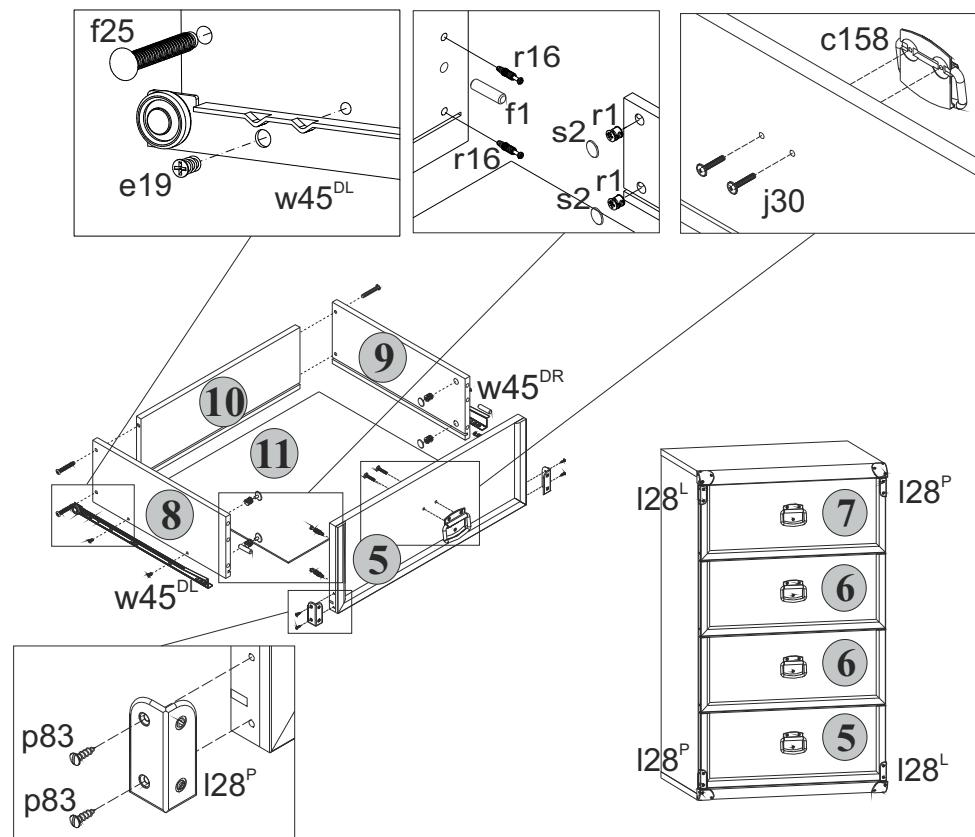

Рис. 3
5.12 В отверстия диаметром 8 мм на передних кромках стенок боковых 8 и 9 корпусов выдвижных ящиков вбить деревянные шканты f1 (см.рис.3).
5.13 В отверстия диаметром 15 мм на внутренних поверхностях стенок боковых 8 и 9 корпусов выдвижных ящиков вставить стяжки эксцентриковые r1 (см.рис.3).
5.14 В отверстия диаметром 5 мм на внутренних поверхностях панелей передних 5, 6 и 7 ящиков выдвижных с помощью крестообразной отвертки вкрутить винты стяжки r16 (см.рис.3).
5.16 Соединить панель переднюю 5 с корпусом ящика выдвижного и затянуть стяжки эксцентриковые r1, пользуясь специальным ключом z1. Закрыть стяжки эксцентриковые заглушками s2 (см.рис.3).
5.18 Соединить панели передние 6 с корпусами ящиков выдвижных и затянуть стяжки эксцентриковые r1, пользуясь специальным ключом z1. Закрыть стяжки эксцентриковые заглушками s2 (см.рис.3).
5.19 Соединить панель переднюю 7 с корпусом ящика выдвижного и затянуть стяжки эксцентриковые r1, пользуясь специальным ключом z1. Закрыть стяжки эксцентриковые заглушками s2 (см.рис.3).